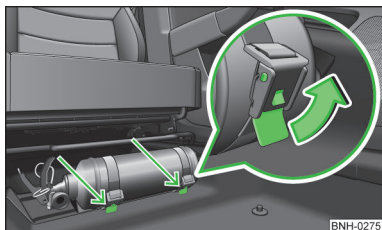

Fig. 126
► Desfaceți ambele chingi trăgând de siguranțele respective în sensul săgeții » fig. 126.